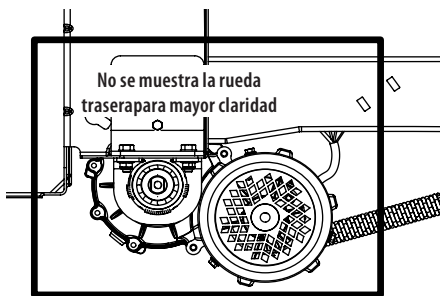

Figura 31
- Limpie alrededor y cerca de la transmisión y del eje (Figura 31).